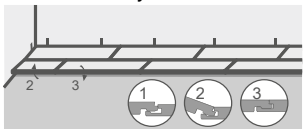

Рисунок 16
12.18.3 Укладываемый ряд соединить с уложенным: продольный гребень укладываемого ряда вставить в паз уложенного ряда под углом 30–45° сверху вниз, затем ряд опустить к основанию лёгким нажатием на продольные стороны планок (см. Рисунок 16).